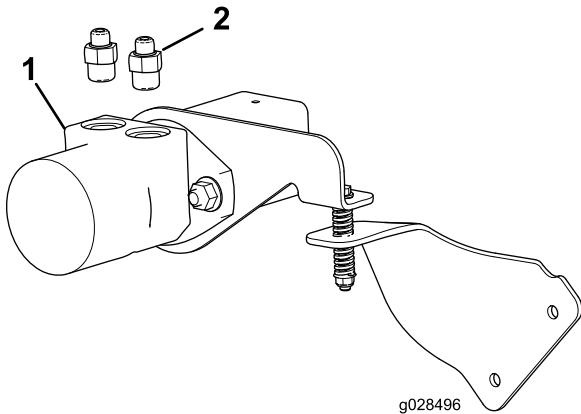

Рисунок 3
4. Установите 2 прямых гидравлических штуцера (5/8 дюйма) на гидромотор, как показано на Рисунок 3.
5. Подсоедините прямоугольные штуцеры двух гидравлических шлангов к двум прямым штуцерам (Рисунок 3), затянув от руки.
6. Установите вилочную часть быстроразъемного соединителя на другой конец каждого из двух гидравлических шлангов (Рисунок 3).